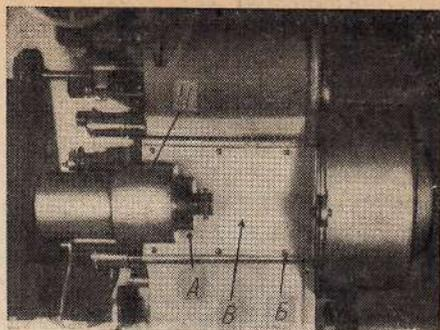

Рис. 8
4. Вывернуть шесть винтов В (рис. 8) и удалить пластинку В с находящейся на ней фотоячейкой Ц.
2. Если при гашении просвечивающей лампы звук в громкоговорителях не исчезает, то следует удалить фотоэлемент. В случае исчезновения микрофонного эффекта при удалении фотоэлемента надо: а) проверить, центрируется ли фотоэлемент в своем колпаке; б) заменить фотоэлемент; в) снять заднюю крышку А (рис. 8) с фотоячейки и устранить соприкосновение гнезд фотоэлемента с изоляционной прокладкой или с изгибами провода.